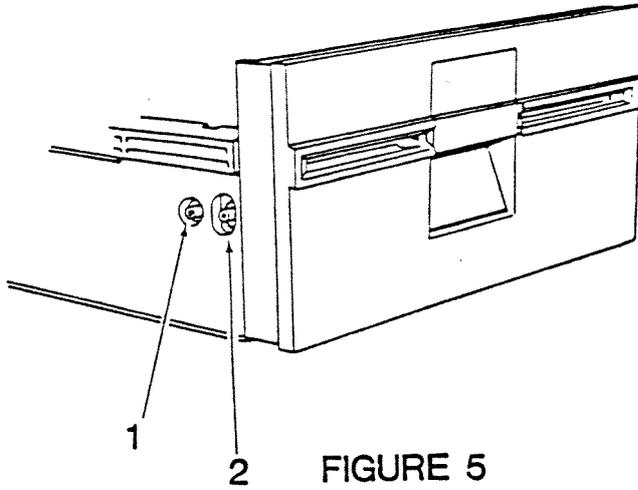

FIGURE 5
6. Von vorne gesehen befindet sich der Schalter gleich vorne links auf der Innenseite des Gehäuses. Suchen Sie die beiden Justierschrauben, die den Schreibschutzschalter festhalten (Abbildung 5, #1 & 2). Die hintere Justierschraube (Abbildung 5, #1) bildet einen Drehpunkt für den Schalter; die vordere Justierschraube (#2) bestimmt die Position des Schalters.